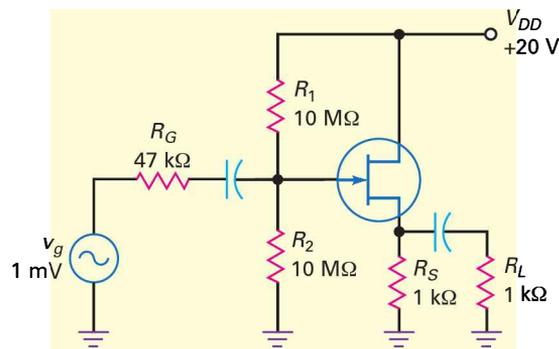

Figure 11.24
Si, dans la figure 11.24, $g_m = 2\,500\ \mu\text{S}$, quelles sont les valeurs de l'impédance d'entrée, de l'impédance de sortie et de la tension de sortie du montage source suiveuse ?
11.14 Avez-vous compris ? Sur la figure 11.24, quelle est la valeur de la tension de sortie si la transconductance $g_m = 5\,000\ \mu\text{S}$?